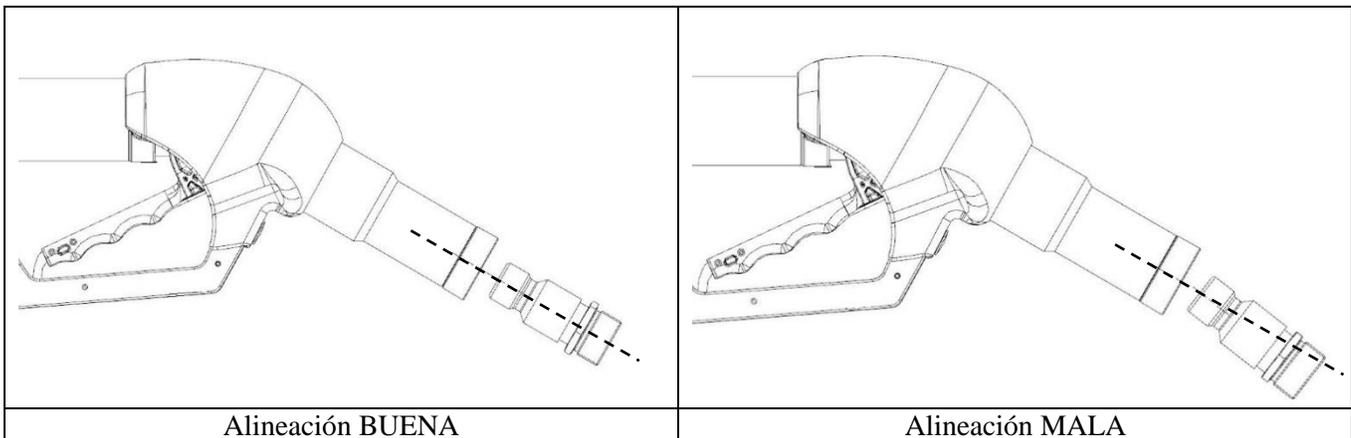

Figura 4: Alineación correcta de la boca de carga
NOTA: Es importante alinear el boquerel con la boca de carga para garantizar un funcionamiento adecuado. Ver la Figura 4.
4. Levante el gatillo del boquerel para desenganchar el pestillo, luego suelte el gatillo totalmente para desacoplar el boquerel de la boca de carga en el vehículo. Se escuchará un “CLIC” audible. Ver la Figura 4. Esto detiene el flujo de gas y ventila el boquerel.